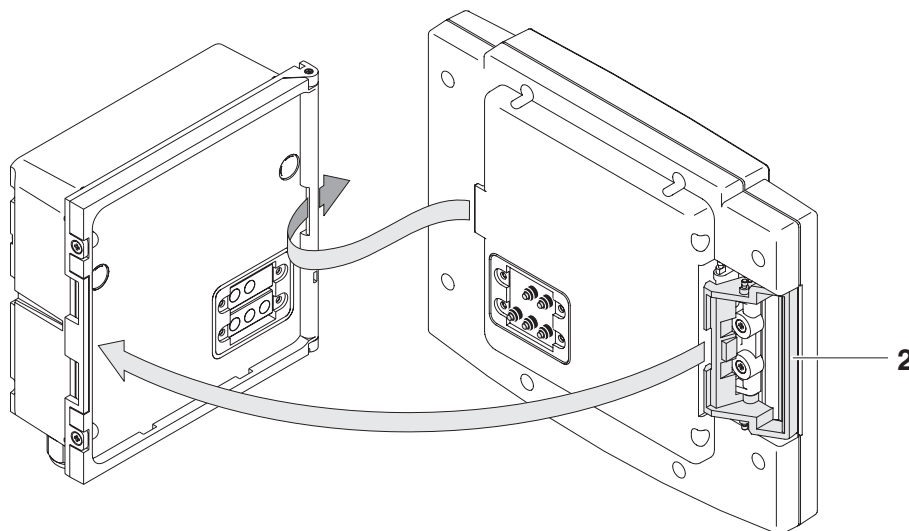

Fig. 1-2 Tilslutning af terminalen
- 2 Anbring terminalen på modulets låg. For at gøre dette skal flappen bag på terminalen sættes ind i åbningen på modulets dørhængsel. Træk så låsegrebet tilbage (pos. 2 i fig. 1-2), anbring terminalen helt på modulet og udløs låsegrebet.